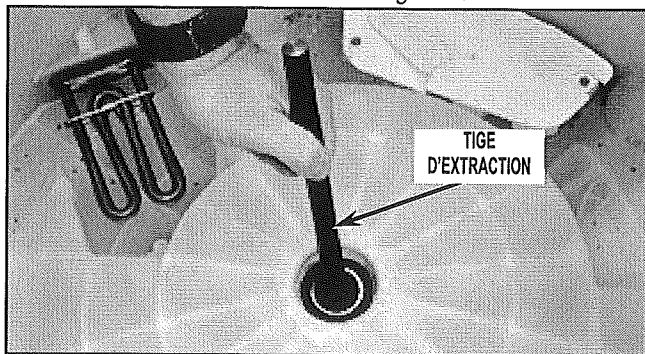

FIGURE 9
13. Dégager le roulement inférieur, la rondelle du roulement inférieur et le tube d'espacement à l'aide de la tige d'extraction et du marteau. Voir Figure 9.